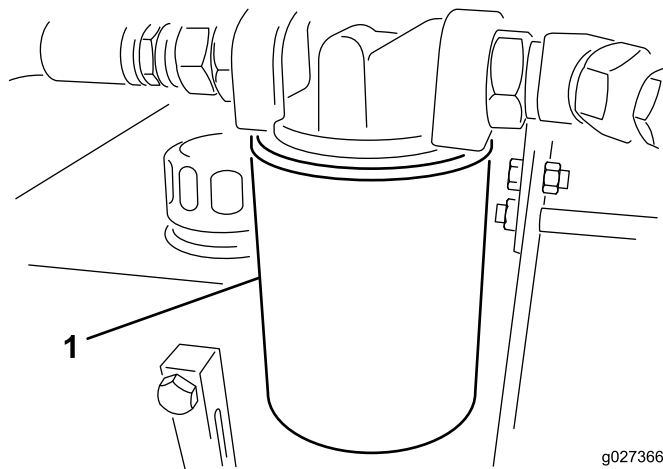

Figura 11
3. Collocate una bacinella di spurgo sotto il filtro, e togliete il filtro (Figura 11).